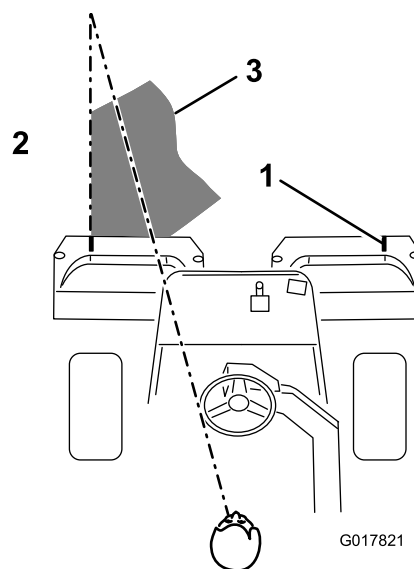

Bild 38
4. Wenn Sie zurückfahren, sollte der neue Mähgang den ersten ein klein wenig überlappen. Damit Sie in einer möglichst geraden Linie über die Grünfläche fahren und einen gleichmäßigen Abstand zum zuvor gemähten Rasenstück einhalten, sollten Sie sich eine imaginäre Sichtlinie ungefähr 1,8 m bis 3 m vor der Maschine bis zum Rand des noch ungemähten Teils der Grünfläche vorstellen (Bild 38). Manche Leute finden es auch hilfreich, die äußere Kante des Lenkrads in die Sichtlinie mit einzubeziehen, d.h. sie halten das Lenkrad in einer Linie mit einem Punkt, der immer im gleichen Abstand von der Vorderseite der Maschine bleibt (Bild 38).